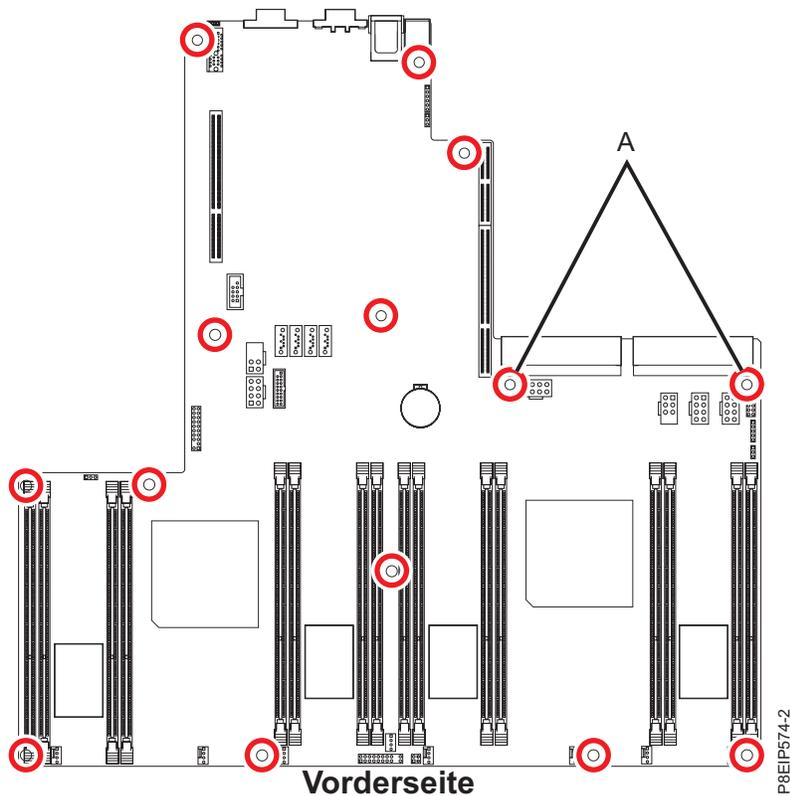

Abbildung 41. Schraubenpositionen. Die zwei Schrauben an Position (A) sind schwarz und etwas länger.
13. Richten Sie die 14 Schrauben an der Systemrückwandplatte aus und ziehen Sie sie fest. Die Schraubenpositionen werden in Abb. 41 auf Seite 41 dargestellt.